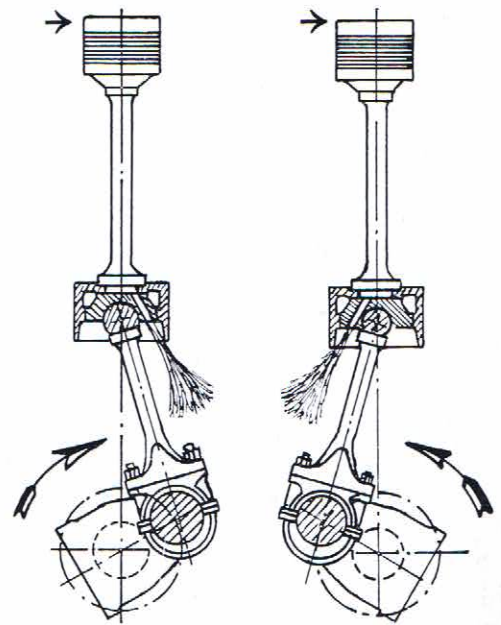

Fig. 5. Afvoer smeeroilie in verband met draairichting
- De uitsparing in de zuiger voor de verstuiver naar de goede kant wordt gezet. (zie fig. 5)
- Drukstuk aanbrengen op flens zuigerstang en onder cilindervoering (pos. 9).
Montage geschiedt in omgekeerde volgorde. Men lette op het aanbrengen van het pakkingpapiertje tussen spoelzuiger en zuigerstang en op de juiste plaatsing van de smeeroliegaten voor de zuigerkoeling in verband met de draairichting. (zie fig. 5)